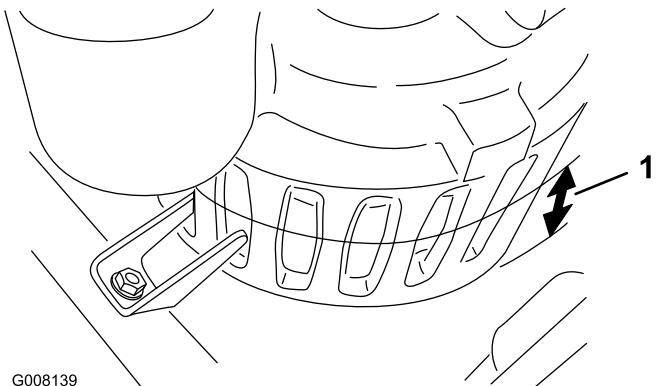

Рисунок 8
- Измерьте глубину воды в самой нижней части песчаной ловушки. Если глубина воды менее 63,5 мм (на половину высоты до пазов в насосе), выкопайте яму размером 30,5 см x 30,5 см x 5 – 7,6 см (глубина), чтобы опустить насос в яму (Рисунок 8).